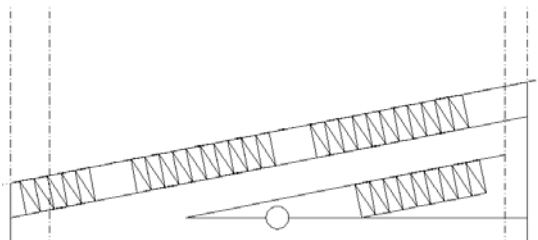

图 15.94 升旗台
(2) 选择圆工具,以建筑物的中线与绿地线的交点为圆心,绘制半径为 2000 的圆,然后将圆内多余的线条修剪掉,得到升旗台,如图 15.94 所示。